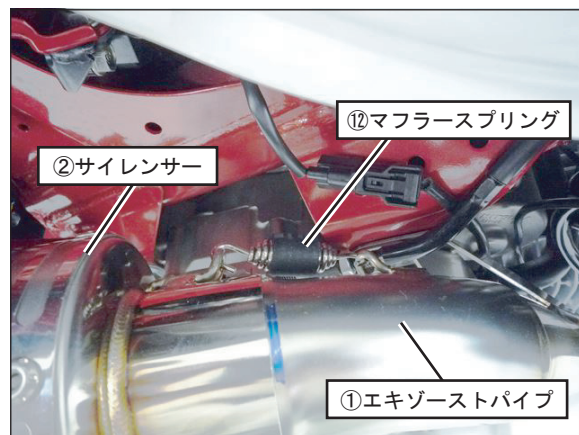

FIG. 6
6. ①エキゾーストパイプに②サイレンサーを取り付け、⑫マフラスプリング（フローティング）をスプリング取り付け工具を使用して取り付けて下さい。（FIG. 6 参照）